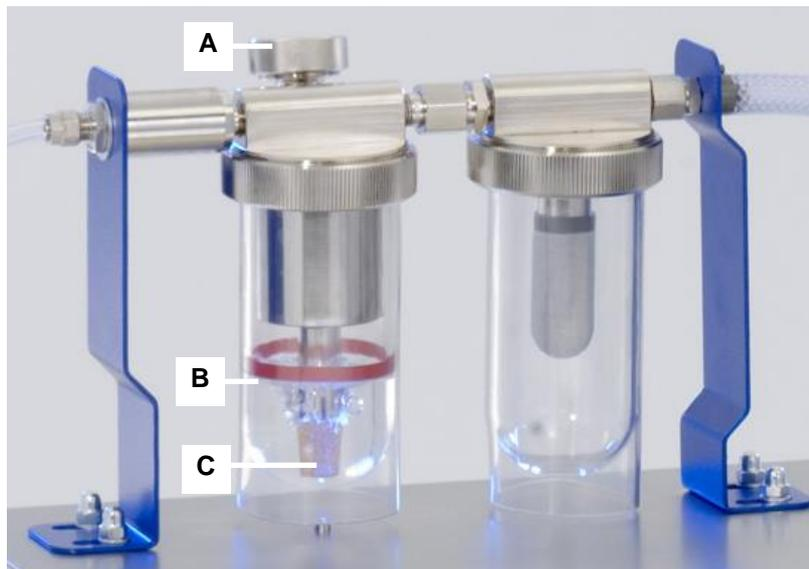

Bild 5.4. Verdampferglas im Betriebszustand
1. Schwenken Sie das komplette Oberteil zwischen den Haltepunkten um ca. 30 Grad nach vorn und schrauben Sie das Glas für die Verdampferflüssigkeit durch Linksdrehen des Bordringes (siehe Bild 5.4.A.) ab.
2. Verdampferflüssigkeit vorsichtig bis maximal zur roten Füllstandsmarkierung des Verdampferglases einfüllen (siehe Bild 5.4.B.).
3. Glas mit dem Bordring (siehe Bild 5.4.A.) wieder an dem Bordeckel anschrauben. Dabei auf den richtigen Sitz des O-Ringes in der Nut des Bordeckels achten.